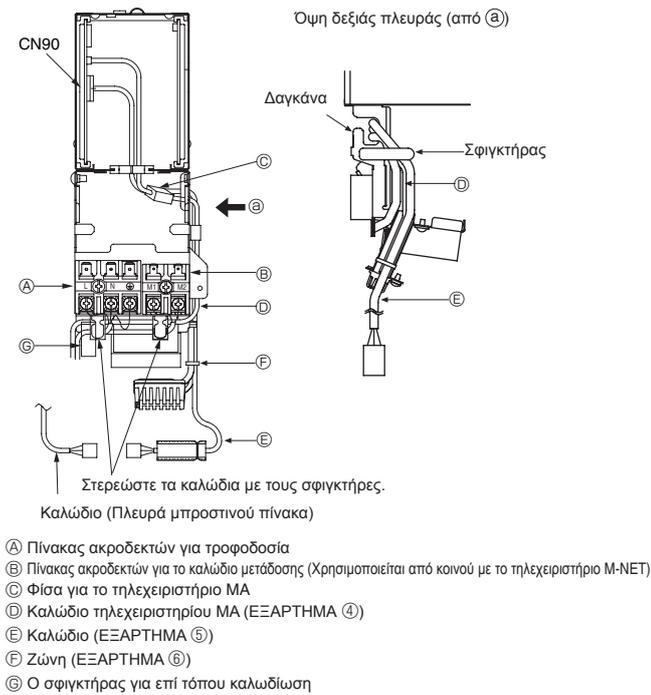

Fig. 5-1
5.1. Εσωτερική μονάδα (Fig. 5-1, 5-2)